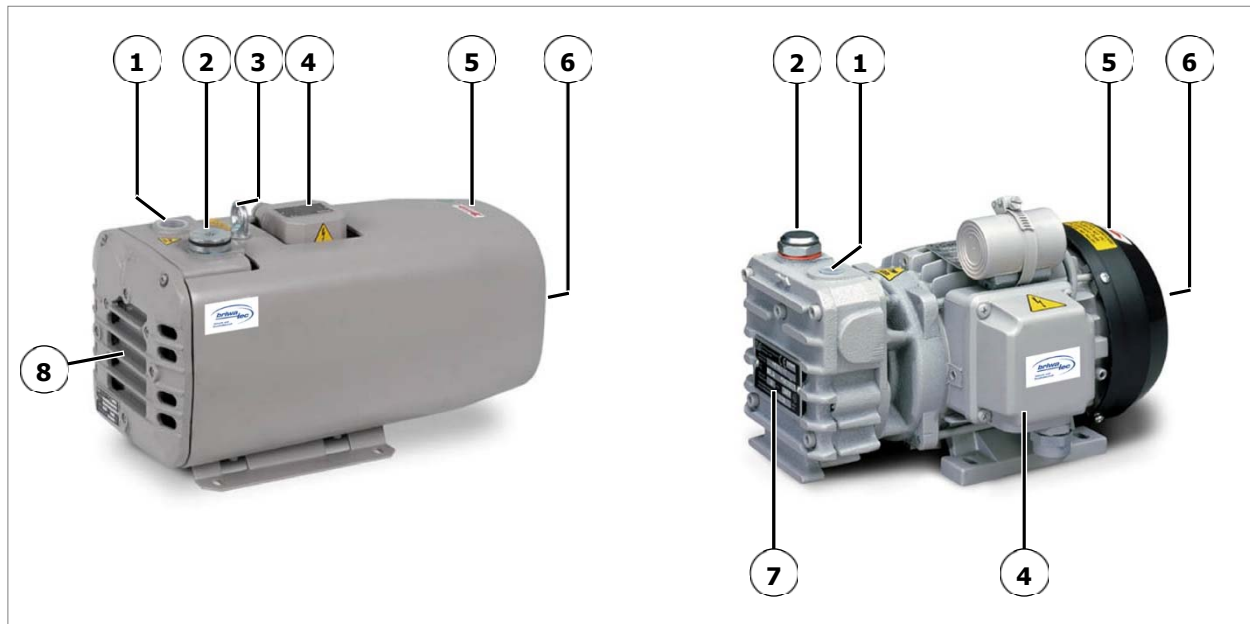

Abb. 4 ZIRKON V Hauptbauteile
Die Maschinen der ZIRKON Baureihe haben saugseitig und abluftseitig jeweils ein Anschlussgewinde (Abb. 4, Pos 1 und 2). Die angesaugte Luft wird durch ein eingebautes Mikro-Feinfilter gereinigt.
Die Maschinen der Baureihen ZIRKON D040 V dürfen nur an der dafür vorgesehenen Transportöse eingehängt werden (siehe Pos. 3, Abb. 4).
Alle aufgeführten Bauteile mit Positionsnummer beziehen sich auf die Illustration, Abb. 4 auf Seite 12.
1. Anschluss Vakuumleitung, Abb. 4, Pos. 1.